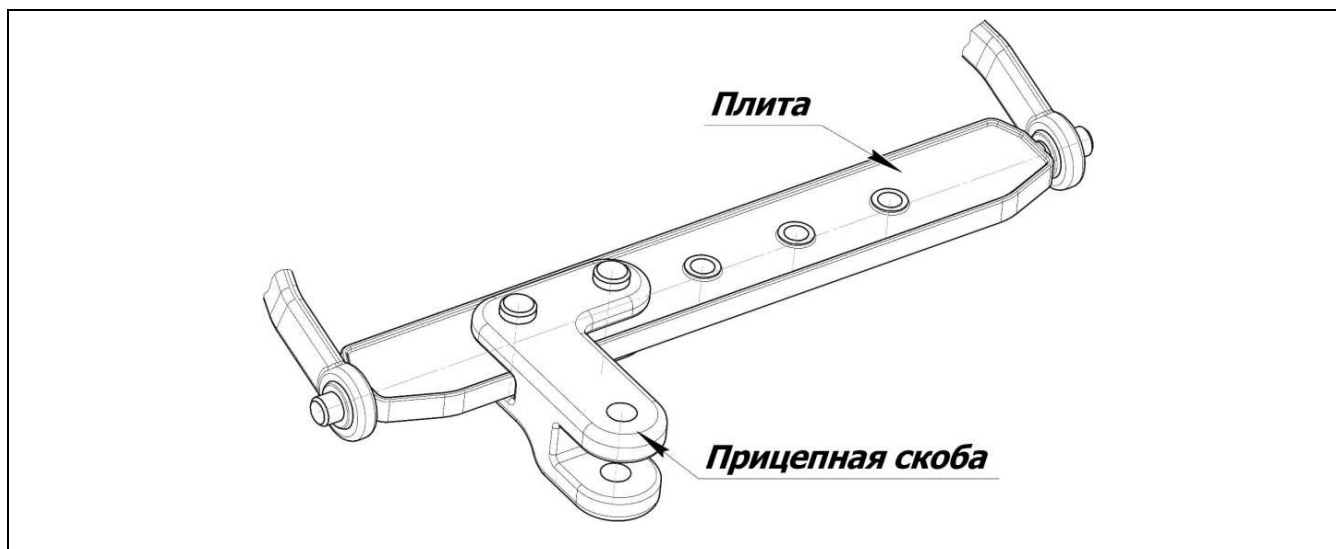

Рисунок 5.8 - Установка скобы прицепной задней навески трактора
- установить плиту и прицепную скобу (рисунок 5.8);
- произвести переустановку скобы прицепа в крайнее левое положение (рисунок 5.8), при использовании прицепной скобы маятникового типа, так же рекомендуется перевести её в крайнее левое положение;